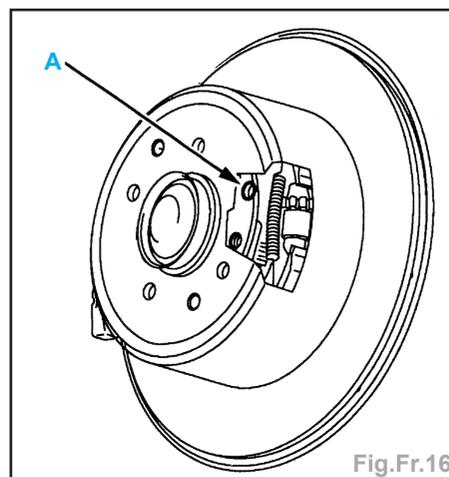
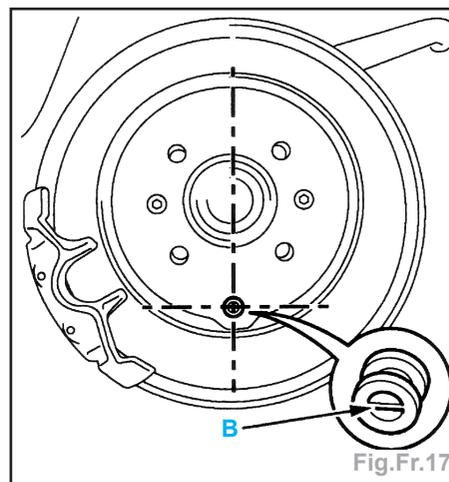

Fig.Fr.16
Fig.Fr.17
- positionner le trou (A) face à la roue dentée du mécanisme de réglage (Fig. Fr.16),
- actionner la roue dentée à l'aide d'un tournevis plat, à travers le trou (A), jusqu'à obtenir le blocage en rotation du disque,
- positionner la lame (B) de l'obturateur perpendiculairement à l'axe passant par le centre du disque et le centre du trou (Fig.Fr.17).